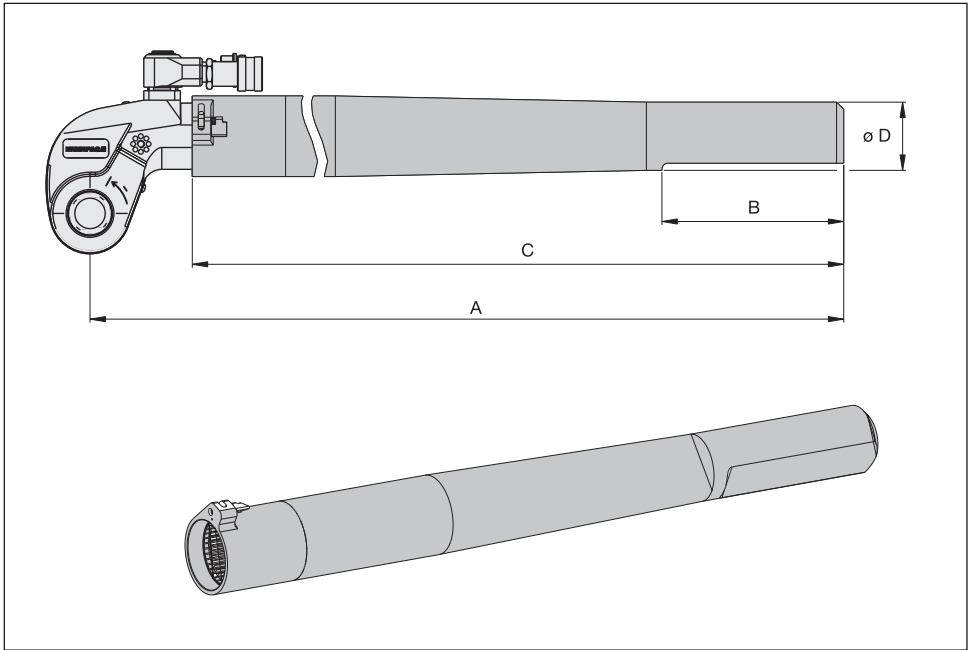

Рис. 31
6.5 Размеры и технические характеристики, удлинительные опорные трубы серии RTE (рис. 31)